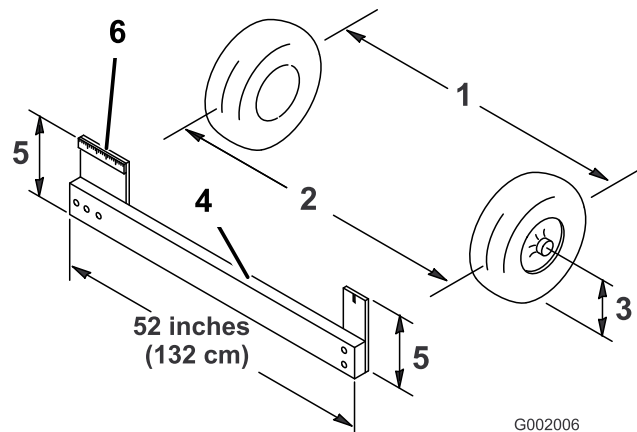

図 58
4. 前輪の前と後ろで、左右のタイヤの中央線間距離を測る；計測はアクスルの高さで行う(図 58)。前輪の後ろで、アクスルの高さで測定を行うには市販または手製のトーイン測定器が必要となる。前後の計測とも同じ道具を使用し、アクスルの高さで正しく測定すること(図 58)。